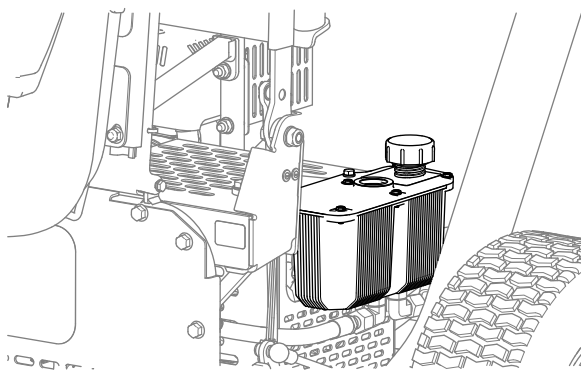

図 38
2. 油圧タンクのキャップを取り外す 図 38。
4. タンクにキャップを取り付ける 図 38。